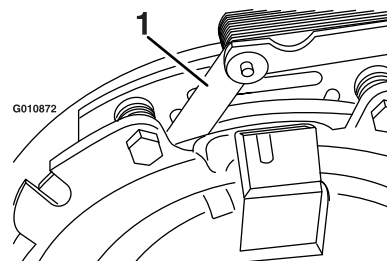
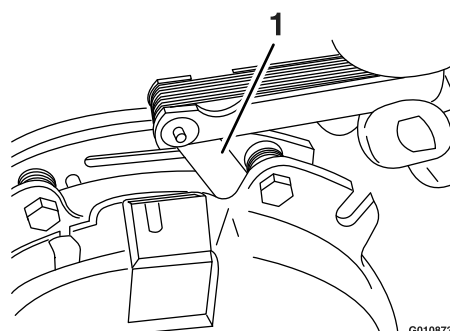

Figura 59
Figura 60
- E. Usando una galga de 0,25 mm, compruebe la presencia de un espacio entre el rotor y la cara de la armadura en ambos lados del polo del freno, según se indica en Figura 59 y Figura 60.